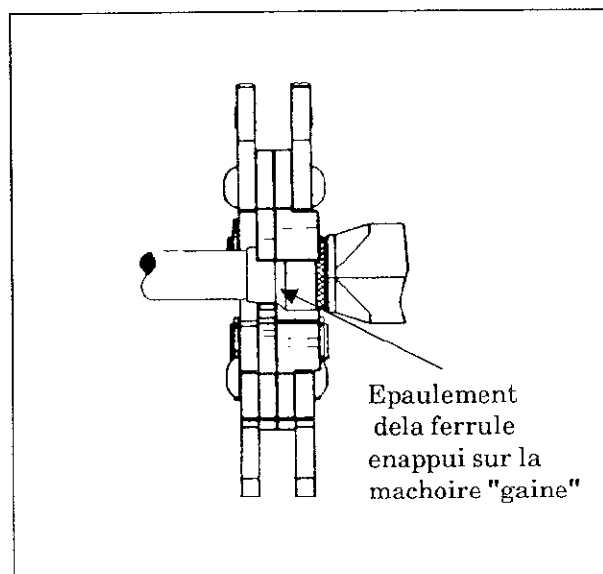

FIG. 3
c) Placer la ferrule dans l'empreinte appropriée, l'épaulement de la ferrule en appui sur l'empreinte gaine. (fig. 3)